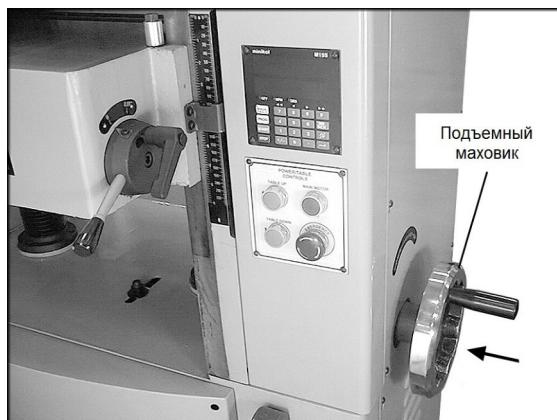

Рис. 3
**ПРИМЕЧАНИЕ:** чтобы снять коробку с поверхности стола рейсмусового станка, ослабьте рукоятку блокировки стола, вставьте подъемный маховик (см. рис. 3) и поверните маховик, чтобы опустить стол.
Чтобы переместить стол с помощью подъемного маховика (рис. 3), нажмите на маховик, чтобы зацепить цепное колесо на подъемном механизме стола.